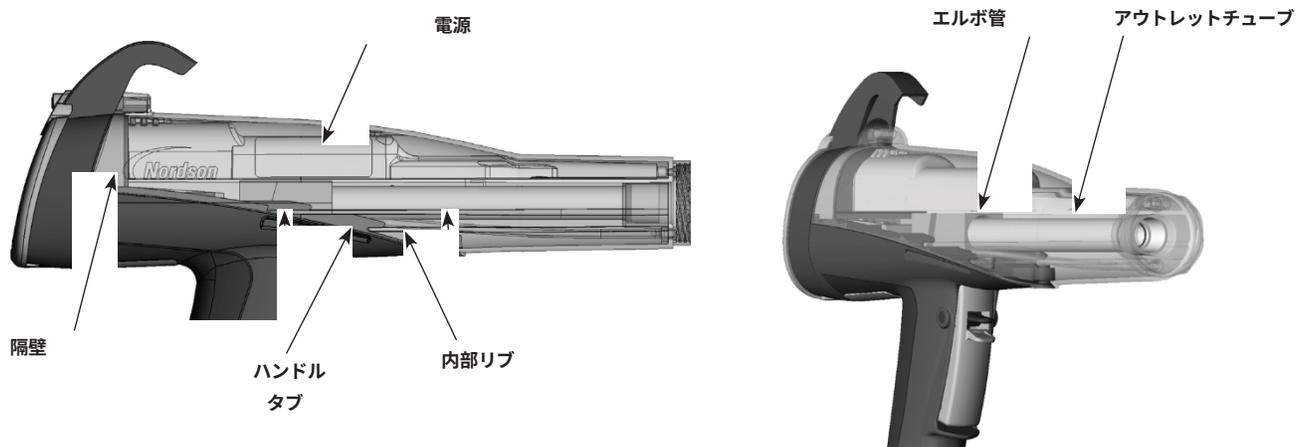

図 15 ガン 再組み立て
1. 図 15 を参照してください。ガン本体 とハンドルの位置を合わせ、ガン本体の内部リブとハンドルタブをかみ合わせながら、スライドさせます。